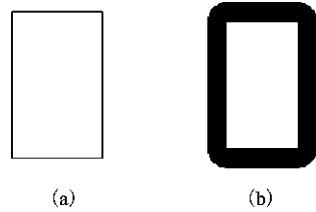

图 1-16 50 mm×80 mm 的矩形
【实例 1-5】 绘制如图 1-16 所示的两个矩形。图 1-16(a)图为 50 mm×80 mm 的普通矩形，1-16(b)图为 50 mm×80 mm 的矩形，其中线宽为 10 mm、四角圆角半径为 5 mm。
①执行【矩形/REC】命令绘制图 1-16(a)普通矩形，命令行提示：